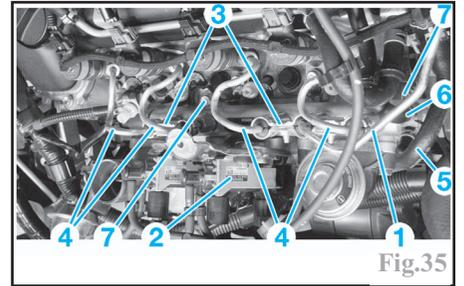

Fig.35
-la canalisation haute pression (1) d'alimentation entre la rampe et la pompe (Fig.35).